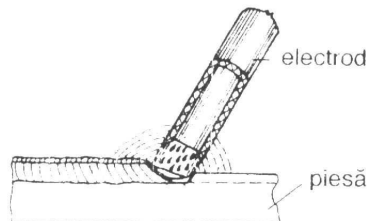

Figura 1
Principiul sudării cu electrozi înveliti (SE) este ilustrat în figura 1. Arcul electric este amorsat între un electrod învelit și piesa care se sudează. Arcul electric topește materialul de bază și vârful electrodului formând baia topită. Aceasta este protejată față de acțiunea atmosferei prin stratul de zgură lichidă și gazele generate de învelisul electrodului.